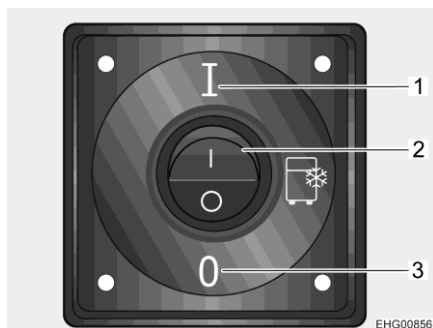

Bild 58 Strömbrytare kylbox
- Ställ vippkontakten (Bild 58,2) i läge I (Bild 58,1).
- Ställ vippkontakten (Bild 58,2) i läge 0 (Bild 58,3).